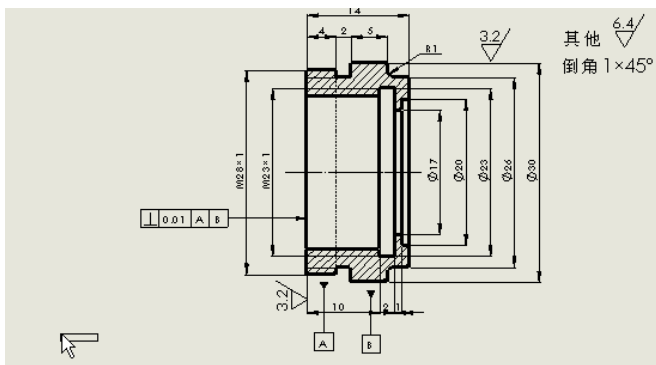

图 14-102 添加注解图示
- ① 执行命令。选择菜单栏中的“插入”→“注解”→“注释”命令，或者单击“注解”工具栏中的“表面粗糙度符号”图标按钮，执行标注注释命令。
- ② 设置标注属性。此时系统弹出“注释”属性管理器，单击“引线”设置框中的“无引线”按钮图标，然后在视图中合适位置单击鼠标左键确定添加注释的位置，如图 14-102 所示。